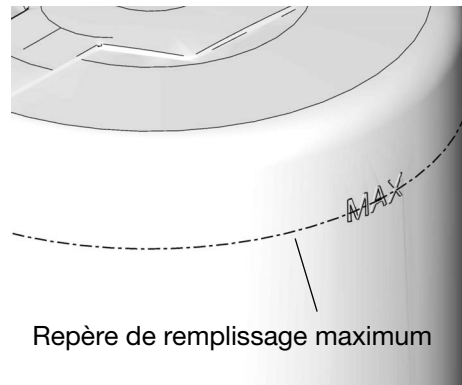

FIG. 16
- Ne pas remplir excessivement (FIG. 16).